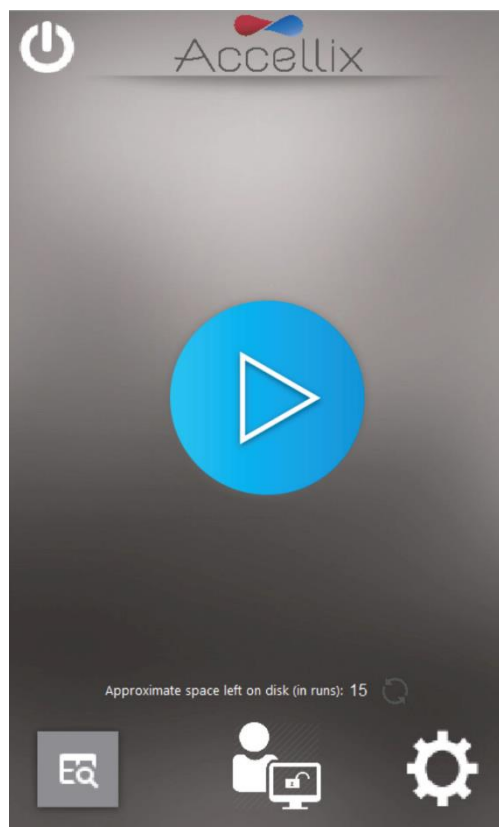

Figure 16 : écran Accueil
2. Vérifiez que l'initialisation du système s'est déroulée correctement et que l'écran **Home** (Accueil) (Figure 16) ou l'écran **User Login** (Connexion de l'utilisateur) (Figure 5, si les connexions sont activées) apparaît sur l'affichage de l'instrument.
**Remarque :** l'espace libre disponible sur le disque dur interne de l'instrument s'affiche en fonction du nombre total de tests pouvant être réalisés. Appuyez sur l'icône Refresh (Actualiser) (🔄) au bas de l'affichage pour actualiser ce nombre après une suppression manuelle de fichiers (Figure 16).
1. Appuyez sur l'icône **Administrator** (Administrateur)  en bas au centre de l'écran **Home** (Accueil) (Figure 16).